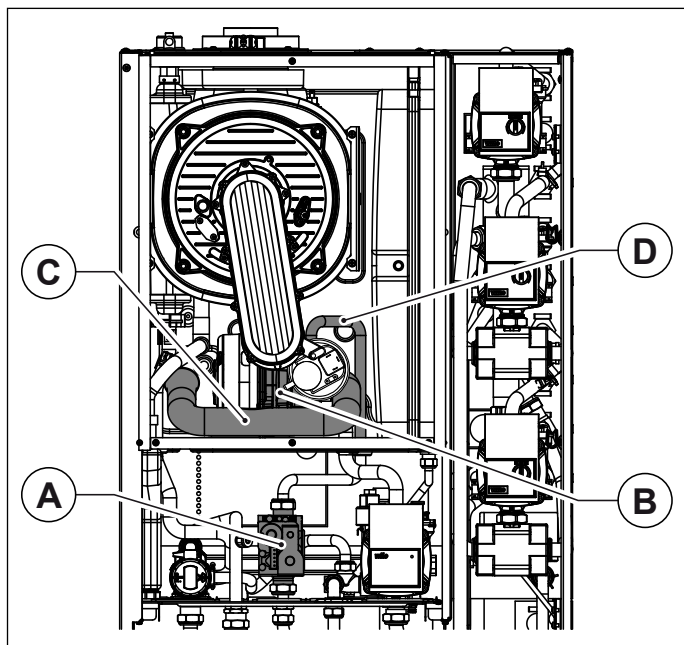

Fig. 35 Tobă de aspirație
- Înlăturați toba de aspirație având grijă să deșurubați mai întâi șuruburile care fixează amestecătorul (vezi Fig. 35 Tobă de aspirație).
- Deconectați conducta de gaz de la amestecător (vezi Fig. 35 Tobă de aspirație).